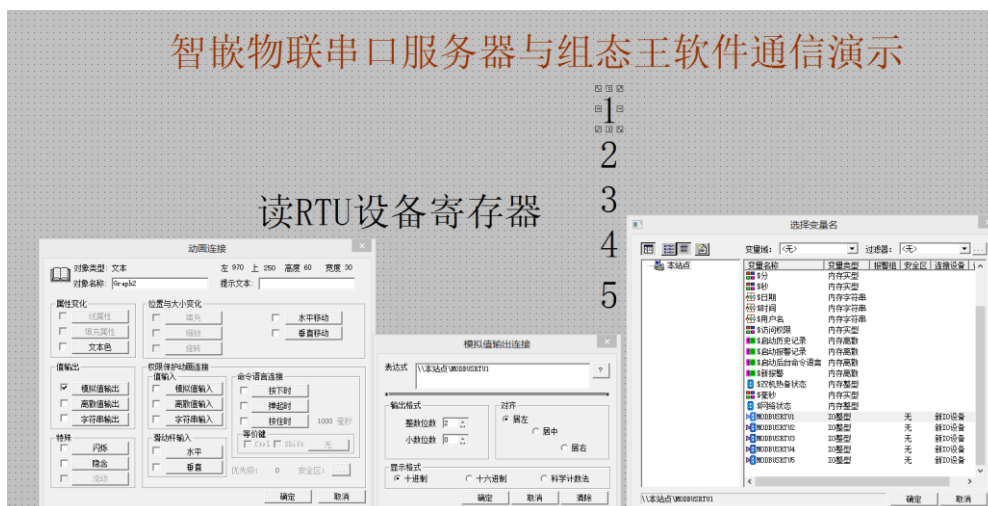
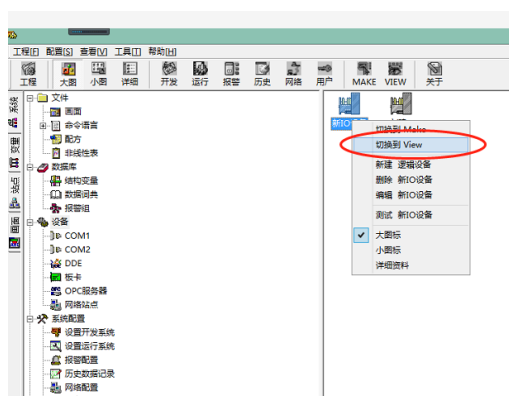

图 12.9 组态王变量关联
图 12.10 组态王切换到 View 界面
- 分别双击图 12.9 中的“1、2、3、4、5”，在弹出的对话框中，按图 12.9 步骤设置。设置好后，保存画面，并切换到 View，如图 12.10 所示。